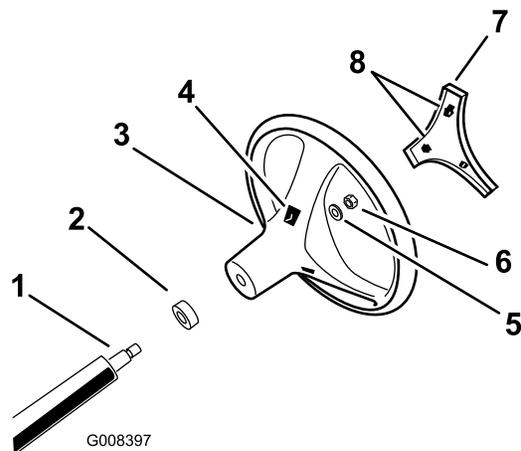

Figura 3
4. Fixe o volante no eixo com a porca de bloqueio e aperte-a a 24 a 29 Nm como se mostra na Figura 3.
5. Alinhe as patilhas da tampa com as ranhuras no volante e coloque a tampa no volante (Figura 3).